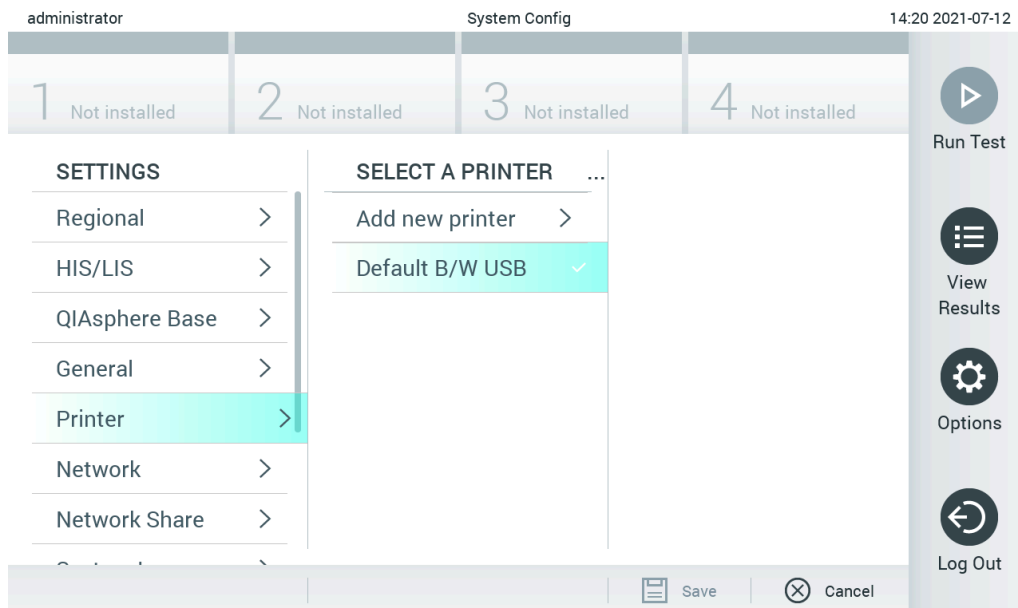

Figura 100. Instalação da impressora com o controlador predefinido
2. Selecione a impressora predefinida denominada Default B/W USB (P/B por USB predefinida) (Figura 100)